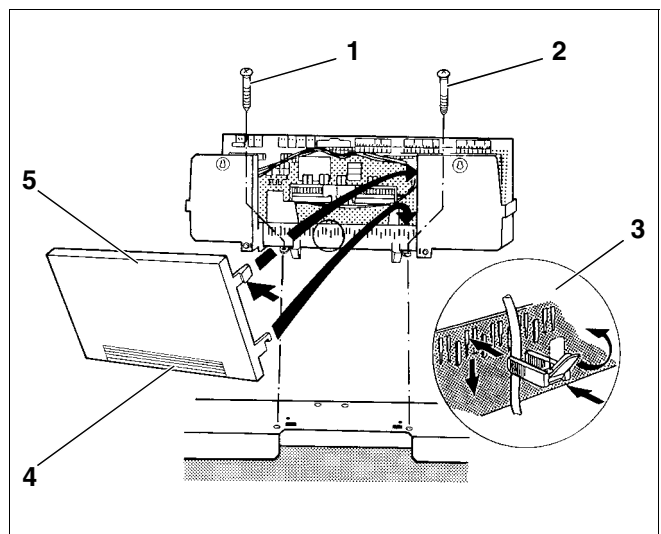

Fig. 24 Montaj aparat reglare Logamatic 4311 / 4312
- Înșurubați soclul aparatului de reglare, în stânga și în dreapta cu 2 șuruburi de tablă (Fig. 24, **Poz. 1 și 2**) de carcasa din față a cazanului.
În caz de nevoie (Fig. 24, **Poz. 4**) rupeți componenta de la peretele (Fig. 24, **Poz. 5**) din spate.
- Introduceți bridele de cablu cu cablu de racord în cadrul pentru bride și fixați cablul prin elementul de fixare. (Fig. 24, **Poz. 3**).
- Introduceți cele 2 cârlige de jos din stânga și din dreapta componentei din spate în cantul superior al cadrului de bride (Fig. 24).
- Apăsăți cele 2 cârlige de împingere, elastice, de sus încet spre interior (săgeată) și introduceți componenta din spate în așa fel, pentru ca cele 2 cârlige să se fixeze (Fig. 24).